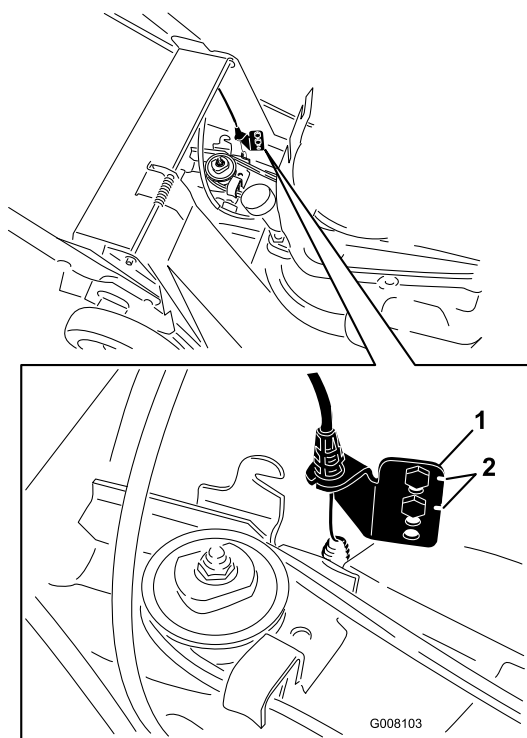

Figura 30
7. Rimuovete le viti dalla staffa di ancoraggio inferiore (Figura 30).
8. Alzate di un foro la staffa di ancoraggio inferiore (Figura 30).
Nota: Quando installate una nuova cinghia, riportate la staffa di ancoraggio inferiore alla sua posizione originale impostata in fabbrica, indicata dalle tacche in corrispondenza dei fori sulla staffa (Figura 30).